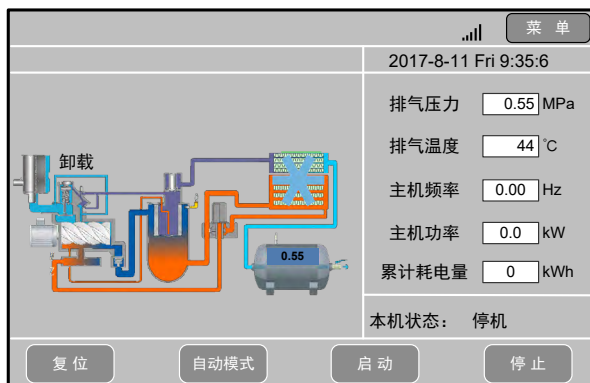

图 3-3 HMI 主页面 (示意图)
- 7) 确认电机运转方向无误后，点击图 3-3 主页上的启动按钮，运行空压机。检查运行时的电流及温度是否在正常范围、电磁阀状态是否正确、压力及温度变化是否正常。